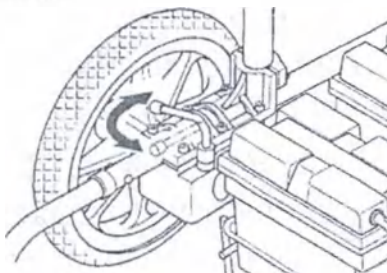

Рис.1.4
5.3.4 Отключение электропривода позволяет перемещать кресло сопровождающему лицу. Поверните рукоятку сцепления (Рис.1.4), при этом электроколяска снимается с тормоза. Теперь её можно передвигать с помощью помощника. Сопровождающее лицо